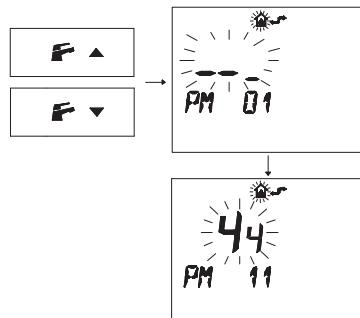

Рисунок 5.41
- Нажмите кнопку **▼** или **▲**, чтобы вывести на дисплей параметр "PM11" постциркуляции насоса (Рисунок 5.41).